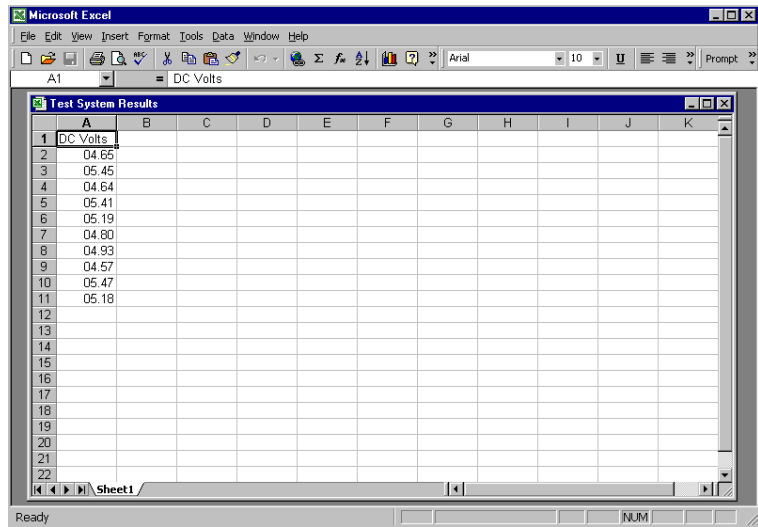
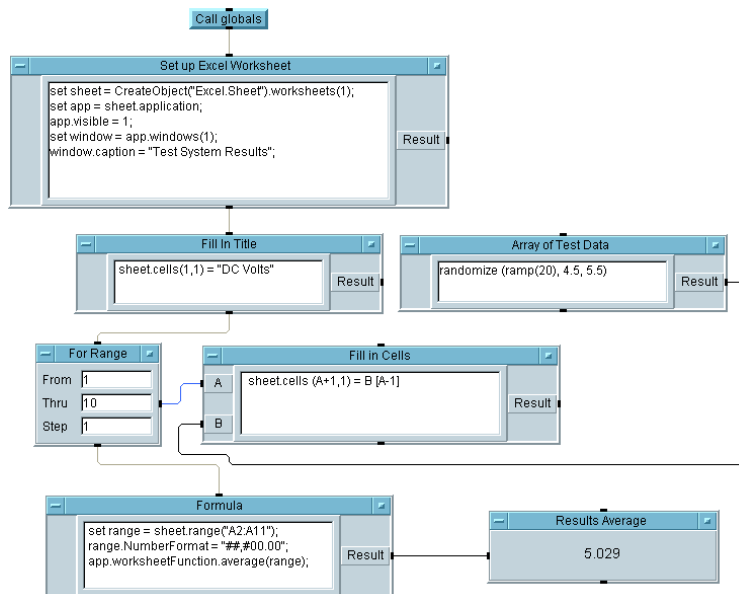

図 6-10. テスト・データから成る配列の場合の Excel ワークシート
図 6-11. テスト・データから成る配列の場合のプログラム
5. プログラムを `report_template.vee` としてセーブし、実行します。それを図 6-10 の Excel ワークシートおよび図 6-11 の完成プログラムと比較します。